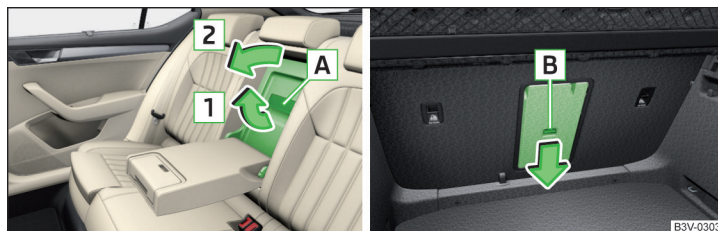

Fig. 125 Deschiderea capacului: din habitacul/din portbagaj
- Trageți de maneta de deschidere A » fig. 125 în sensul săgeții 1 până la limită. Elementele de fixare trebuie să pătrundă complet în capac și să se blocheze cu un sunet specific.
- Rabatați în jos cotiera din spate și capacul din spătar » fig. 125 la pagina 106.